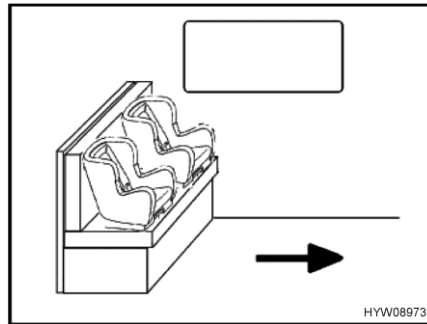
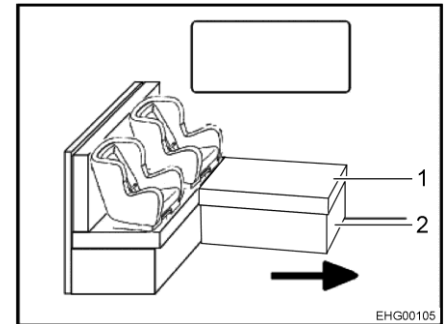

Bild 19 Kindersitze auf Sitzbank
Bild 20 Kindersitze auf L-Sitzbank
Der Pfeil in Bild 19 und Bild 20 zeigt die Fahrtrichtung.
- Das Polster (Bild 20,1) bei Bedarf entfernen.
- Das Truhengestell (Bild 20,2) bei Bedarf zusammenklappen.